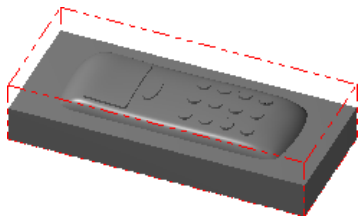

图 24.3 显示工件
Step4. 单击“机器群组属性”对话框中的  按钮，完成工件的设置。此时零件如图 24.3 所示，从图中可以观察到零件的边缘多了红色的双点画线，双点画线围成的图形即为工件。